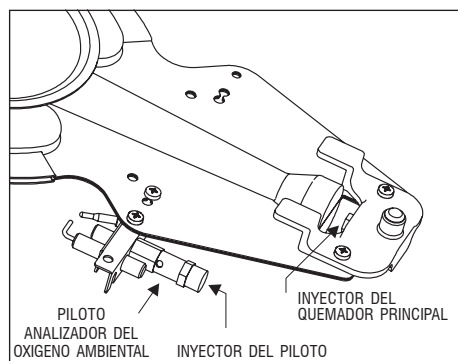

Fig. 6
3. Desconecte del termostato las conexiones del piloto, de la termocupla y del quemador principal y retire el conjunto quemador-Piloto Analizador de Oxígeno. El quemador tiene en su cara inferior un perno ranurado alojado en una llave (Fig. 6). Para retirar el conjunto, extraígallo unos 10 milímetros hacia Ud., y luego haga que la parte más alejada se desplace unos milímetros hacia la derecha. Esta operación liberará la sujeción y permitirá extraerlo fácilmente.
7. Vuelva a conectar la conexión del piloto, recolóque el conjunto quemador-piloto en el termotanque cuidando embocarlo en la llave (fig 6) y reconéctelo al termostato.